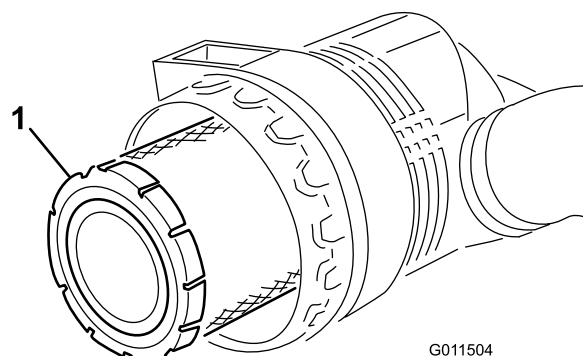

Figura 51
2. Prima di rimuovere il filtro (Figura 51) utilizzate aria compressa a bassa pressione (276 kPa [40 psi], pulita e asciutta) per agevolare la rimozione di grossi detriti depositati tra il filtro primario esterno e il barattolo. Evitate di usare aria ad alta pressione, che potrebbe forzare la morchia attraverso il filtro e nella zona di aspirazione. Questa operazione di pulizia impedisce che la rimozione del filtro primario causi lo spostamento dei detriti nella zona di aspirazione.